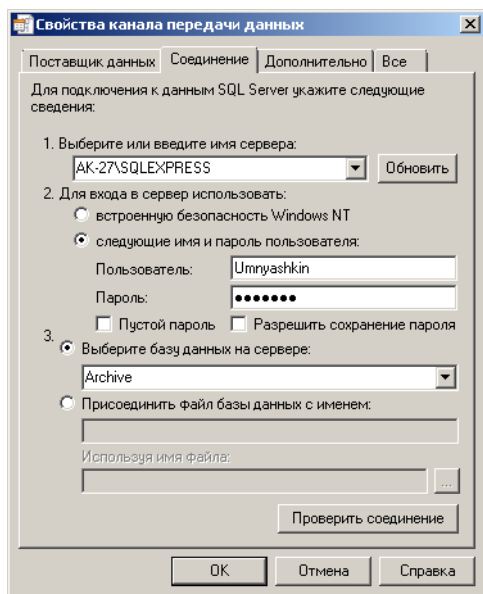

Рис. 5.30.
2. На вкладке **Соединение** (рис. 5.30) выполните следующие действия.